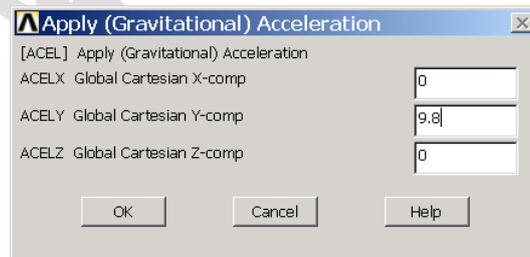

图5.47 施加重力荷载
- (1) 单击工具栏上的 **RESUM_DB** 按钮，恢复 5.4.3 节中保存的模型数据库。
- (2) 建立好有限元模型后，单击 **Main Menu>Solution>Define Loads>Apply>Structural>Inertia>Gravity** 菜单，弹出如图 5.47 所示的 **【Apply (Gravitational) Acceleration】** 对话框。